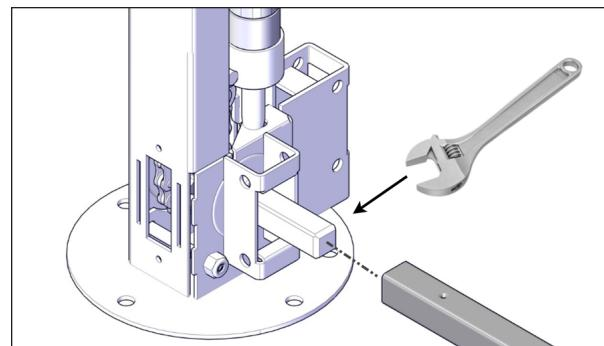

FIGURE 37: INSTALLATION DE L'ARBRE D'ENTRAINEMENT
9. Tenir le vérin gauche côté sans moteur en position verticale et aligné avec l'arbre d'entrainement creux de gauche. Utiliser une clé à molette de 3/4 po pour faire tourner l'arbre de pied et l'aligner avec l'arbre creux, voir Figure 37.